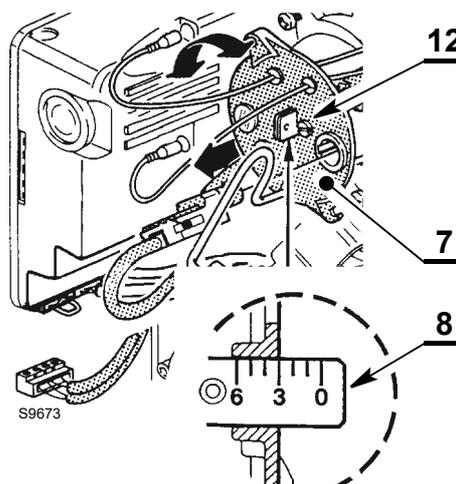

Fig. 9
- ruotare in senso orario o antiorario la vite di regolazione 12)(Fig. 9) fino a che la tacca incisa sulla staffa di regolazione 8)(Fig. 9) coincide con il piano esterno del gruppo portaugello 7)(Fig. 9).
La staffa di regolazione 8)(Fig. 9) è tarata a tacca 3 coincide con il piano esterno del gruppo portaugelli 7)(Fig. 9) come viene indicato nella Tab. G pag. 21.